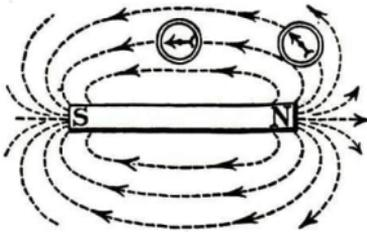
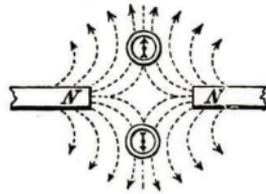
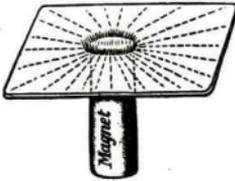

Abb. 283
Abb. 284
Abb. 286. Einpoliges Feld
1. Der Wirkungsbereich eines Magneten heißt sein magnetisches Feld. Vom Vorhandensein dieses Feldes überzeugt man sich a) mit einer kleinen **Bussole** (Abb. 283).
2. Der Schüler stelle einige Kraftlinienbilder fest! a) Für ein einpoliges Feld (Abb. 286) laufen die Kraftlinien radial vom Pol aus. b) Bei einem Magnetstab (Abb. 283) laufen die Kraftlinien büschelförmig von einem Pol zum entgegengesetzten. c) Stehen zwei gleichnamige Pole einander gegenüber (Abb. 284), so suchen sich die Kraftlinienbüschel auszuweichen.
förmig von einem Pol zum entgegengesetzten. c) Stehen zwei gleichnamige Pole einander gegenüber (Abb. 284), so suchen sich die Kraftlinienbüschel auszuweichen.